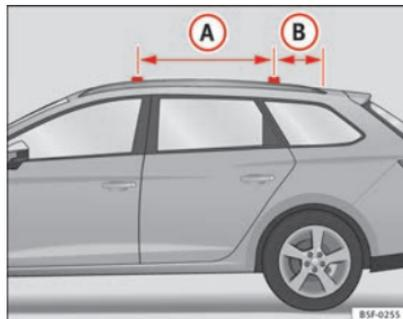

Fig. 112 Barre latérale du pavillon : zone de fixation des barres transversales.
Les barres transversales se montent sur les barres latérales du pavillon. La distance entre les barres transversales → fig. 112 (A) devra se situer entre 70 et 80 cm. La distance de la barre transversale arrière (B) par rapport à l'antenne de pavillon devra être d'au moins 20 cm.